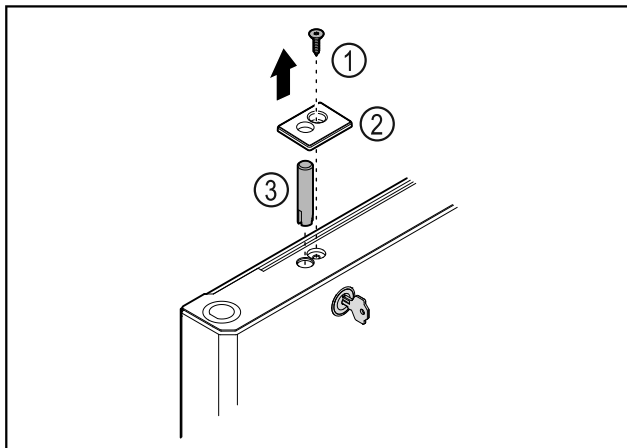

Fig. 37
- ▶ Odstraňte šroub Fig. 37 (1).
- ▶ Uvolněte kryt Fig. 37 (2) malým šroubovákem a sejměte jej.
- ▶ Vytáhněte zámkový čep Fig. 37 (3).